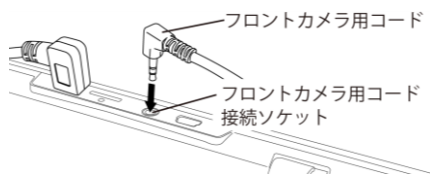

図 9
- フロントカメラ用コードのプラグを液晶モニターのフロントカメラ用コード接続ソケットへ差し込んでください(図 9 参照)。